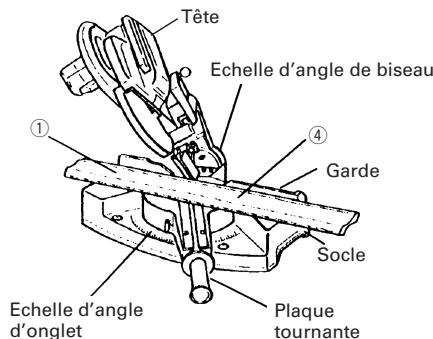
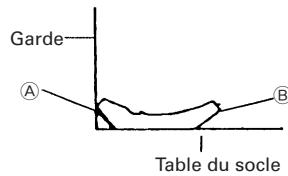

Fig. 38
Fig. 40
(1) Réglage de coupe en corniche complexe aux positions ① et ④ de la Fig. 36 (voir Fig. 38 ; incliner la tête vers la gauche) :
- ① Tourner la plaque tournante vers la droite et régler l'angle d'onglet comme suit :
- ② Incliner la tête vers la gauche et régler l'angle de biseau comme suit :
- ③ Disposer la corniche complexe de façon que la surface inférieure (Ⓐ sur la Fig. 35) touche la garde comme indiqué à la Fig. 40.